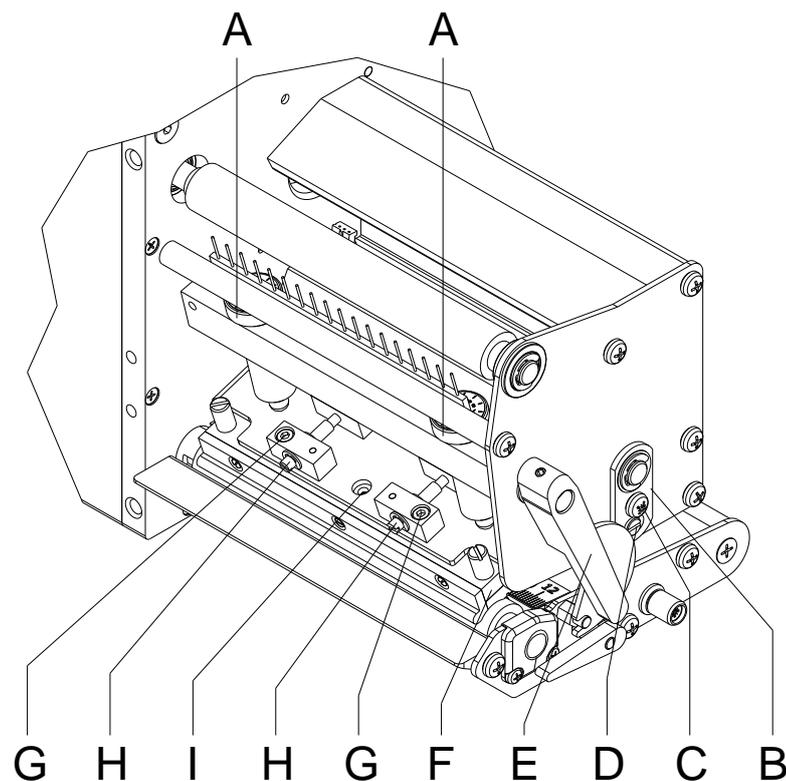

Abbildung 24
Falls nach Einstellen der Parallelität kein gleichmäßig starker Druck über die gesamte Druckbreite vorliegt, kann mit dem Stellblech (B, Abbildung 24) ein Ausgleich geschaffen werden.
1. Schraube (C, Abbildung 24) ca. ¼ Umdrehung lösen.
2. Exzenterbolzen (D, Abbildung 24) drehen, um einen Druckausgleich zu schaffen und solange nachstellen, bis ein gleichmäßiges Druckbild vorliegt.
3. Schraube (C, Abbildung 24) wieder anziehen.
Der Kopfandruck kann mit den Schrauben (A, Abbildung 24) an der Innen- bzw. Außenseite des Druckkopfes verändert werden. Eine Erhöhung des Kopfandrucks führt auf der entsprechenden Seite zu einer Verbesserung der Druckbildschwärzung und zu einer Verschiebung des Bandlaufs in die entsprechende Richtung.
1. Andruckschrauben (A, Abbildung 24) drehen, um den Druckkopfandruck zu verändern.
2. Drehen der Andruckschrauben (A, Abbildung 24) bis an den Anschlag im Uhrzeigersinn ergibt eine Andruckerhöhung von 10N gegenüber der Werkseinstellung.
3. Drehen der Andruckschrauben (A, Abbildung 24) genau eine Umdrehung vom Rechtsanschlag gegen den Uhrzeigersinn, ergibt die Werkseinstellung.